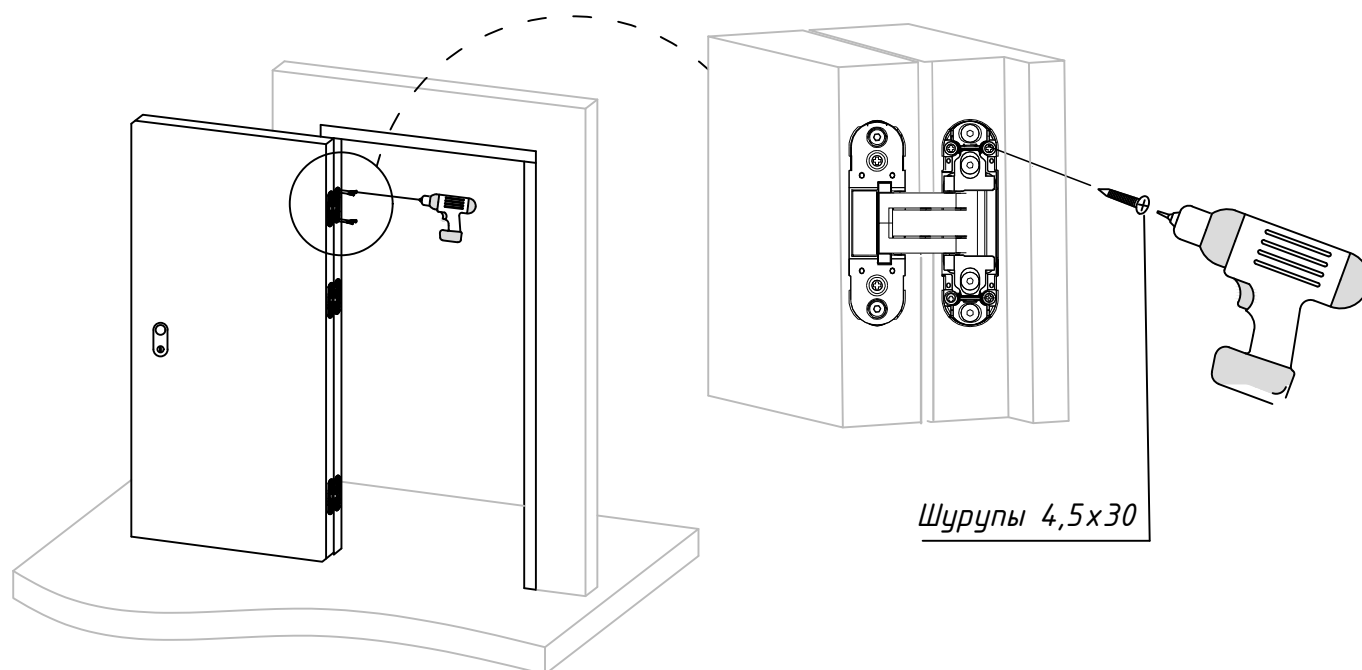

Рис. 5
3.2. Установите дверное полотно с петлями в соответствующие пазы на дверной коробке, согласно маркировке, и зафиксируйте их шурупами 4,5x30 (см. рис. 5), предварительно просверлив отверстия диаметром 3мм.